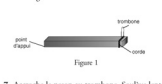

Figure 1
6. Glisse un trombone dans la corde et leve-le à la verticale. Ton levier doit ressembler à celui de la figure 1.